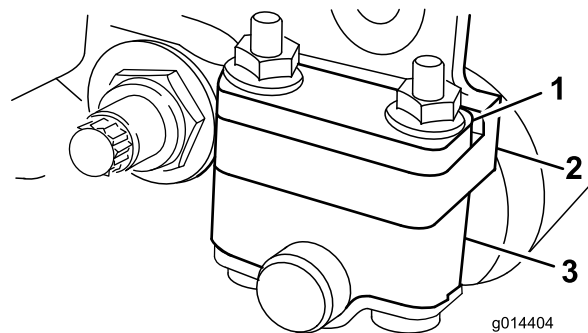
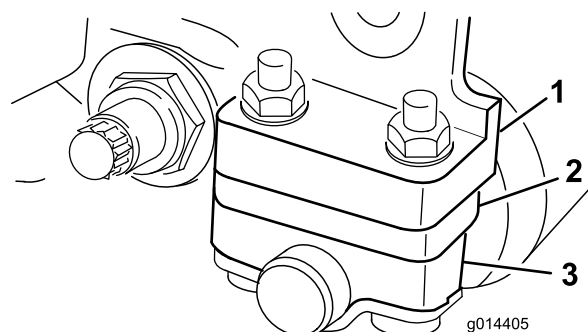

Figura 6
Figura 7
Coloque el espaciador debajo de la brida de montaje de la chapa lateral para alturas de corte de 3 a 25 mm (Figura 7).
1. Ajuste los soportes del rodillo trasero (Figura 6 o Figura 7) a la posición superior o inferior, dependiendo del intervalo de alturas de corte deseado.
Coloque el espaciador encima de la brida de montaje de la chapa lateral (ajuste de fábrica) para obtener un intervalo de alturas de corte de 1,6 a 6 mm (Figura 6).